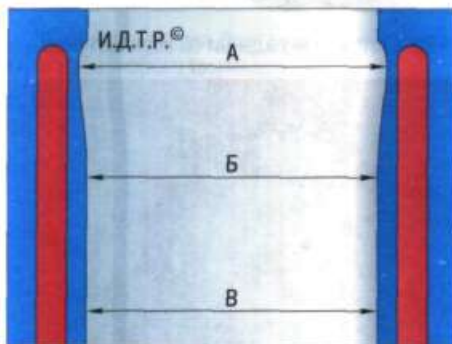

Рис. 5.11. Схема измерения цилиндров: А – пояс наибольшего износа; Б – зона измерения после растачивания и хонингования; В – пояс наименьшего износа
3. Определите нутромером фактические диаметры цилиндров. Диаметр цилиндра измеряйте в трех поясах (рис. 5.11). В каждом поясе диаметр измеряют в двух взаимно перпендикулярных направлениях (продольном и поперечном). В зоне над поясом А (на расстоянии 5 мм от плоскости разъема с головкой блока) цилиндры практически не изнашиваются. По разнице размеров в этой зоне и в остальных поясах можно судить об износе цилиндров. Номинальный размер цилиндра 76,495–76,505 мм, овальность и конусность не должны превышать 0,0065 мм. Если максимальное значение износа больше 0,15 мм или овальность превышает указанное